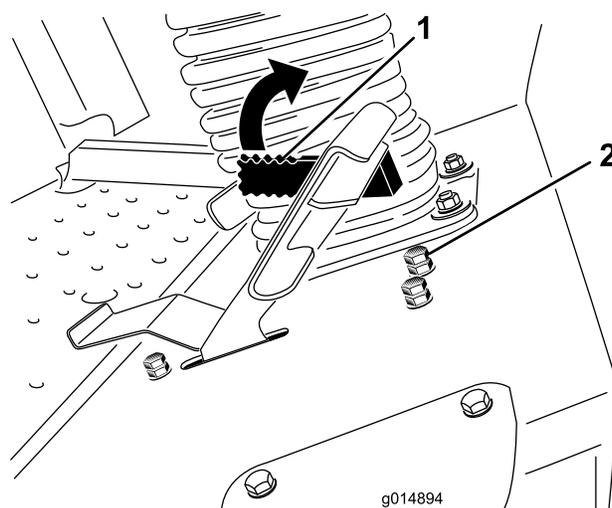

Figura 52
La leva del limitatore della velocità (Figura 52) può essere spostata in avanti per limitare la velocità di trazione durante l'utilizzo della macchina.
3. Allentate il controdado sul bullone di arresto del limitatore della velocità (Figura 52).